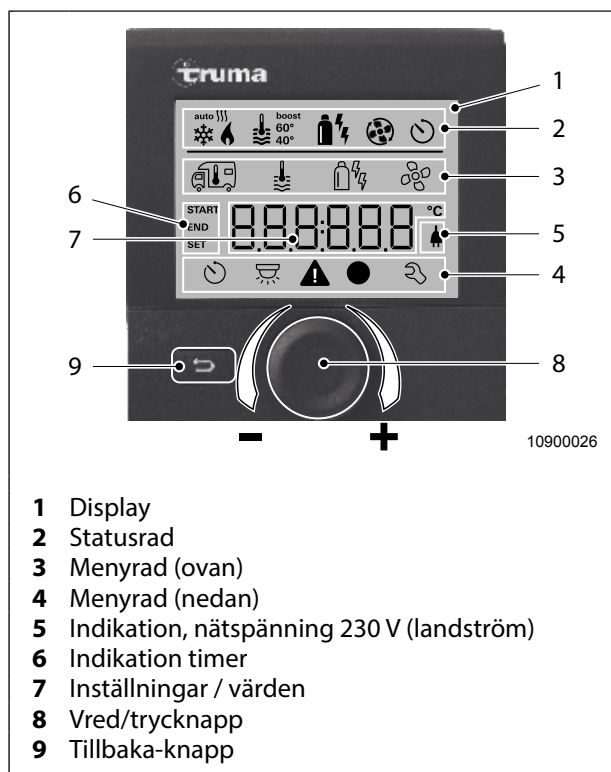

Fig. 60 Kontrollpanel Truma CP plus (tillvalsutrustning)
Vredet/tryckknappen (Fig. 60, pos. 8) används för val av menyer eller ändring av inställningsvärden.
Med knappen Tillbaka (Fig. 60, pos. 9) återvänder du till föregående meny eller visningsläge.